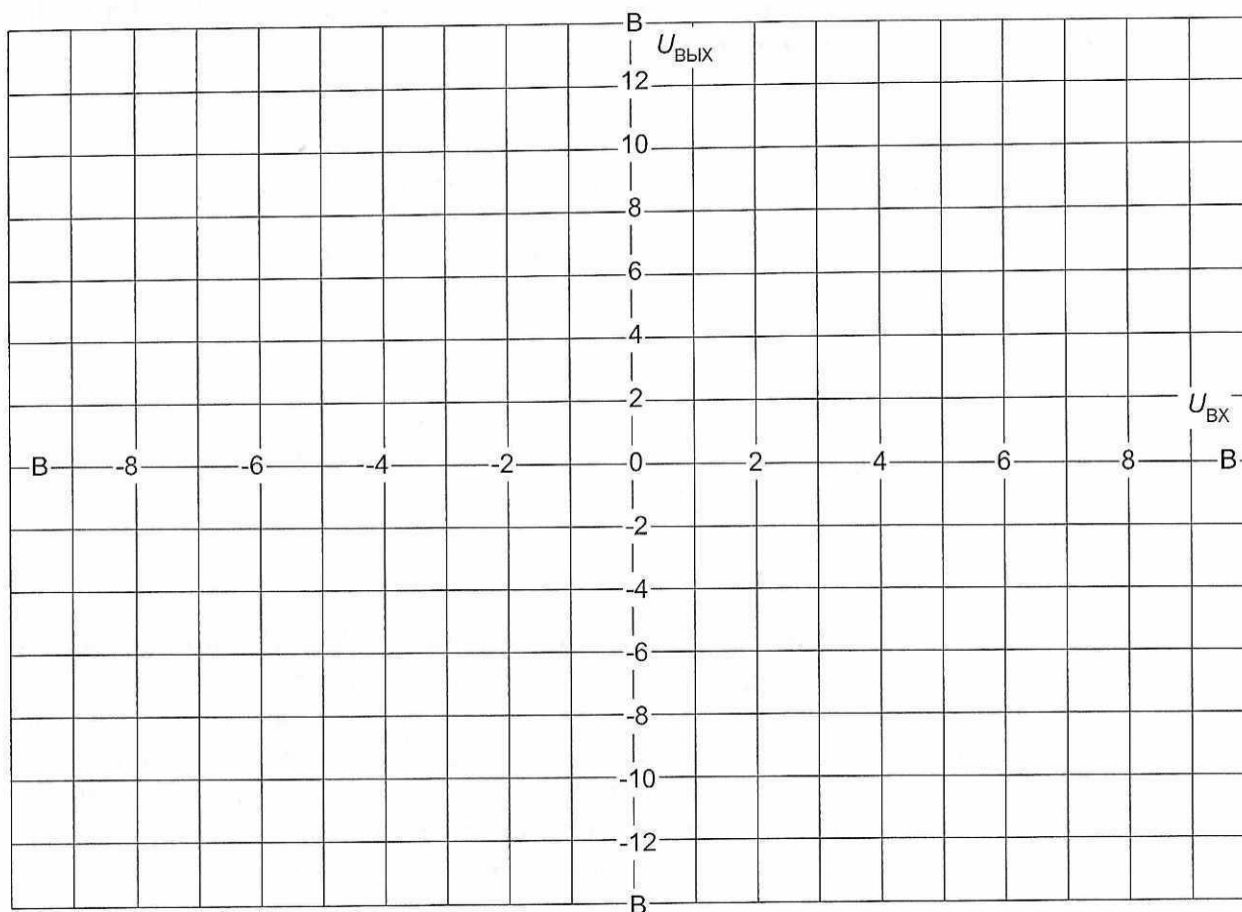

Рис. 3.5.6
- На графике (рис. 3.5.6) постройте кривые зависимостей $U_{\text{ВЫХ}}(U_{\text{ВХ}})$ при различных сопротивлениях отрицательной обратной связи $R_{\text{ОС}}$.